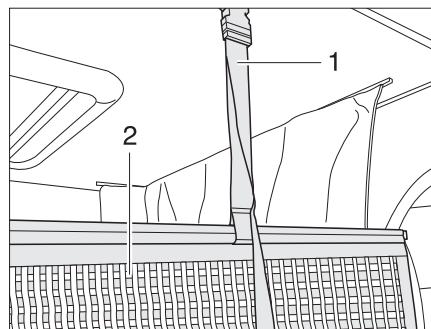

Bild 175 Fäste för skyddsnetet
Skyddsnetet (Bild 175,2) med fästremmarna befinner sig under madrassen. Skyddsnetet ska först monteras när personerna som ska sova där befinner sig på den höjbara sängen.
- Haka fast fästremmen (Bild 175,1) i hållarna i taket.